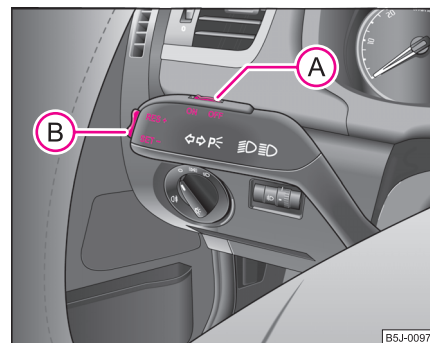

Fig. 104 Palanca de mando: Balancín y conmutador corredizo del sistema regulador de la velocidad
- Pulsar el conmutador **(A)** ⇒ fig. 104 desplazándolo a la posición **ON**.
- Puede -aumentar- la velocidad memorizada sin accionar el pedal acelerador presionando el balancín ⇒ **página 123, fig. 104 B** a la posición **RES**.
- Pulsar el conmutador (A) ⇒ página 123, fig. 104 desplazándolo a la posición **OFF**. ■